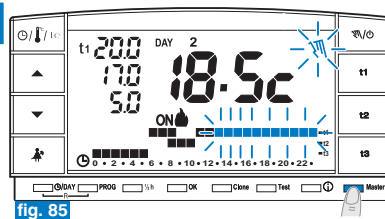

fig. 85
- Premere brevemente il tasto “Master”; sul display scompare la scritta **Master**: il cronotermostato rimane in funzionamento “manuale temporaneo” e le zone assegnate al master tornano sotto il controllo dei rispettivi trasmettitori (esempio in fig. 85).